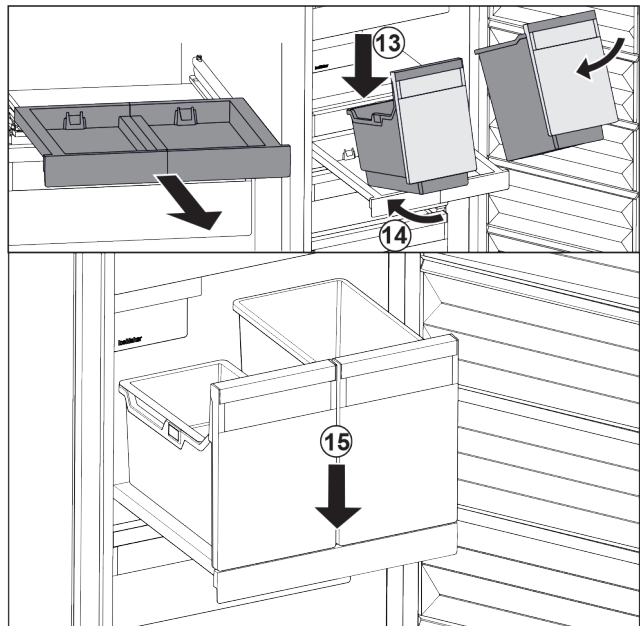

Fig. 145
- ▶ Встановити резервуар на витяжну панель навкоси. Fig. 145 (13)
- ▶ Насунути резервуар навкоси до задку. Fig. 145 (14)
- ▶ Резервуар опустити спереду. Fig. 145 (15)